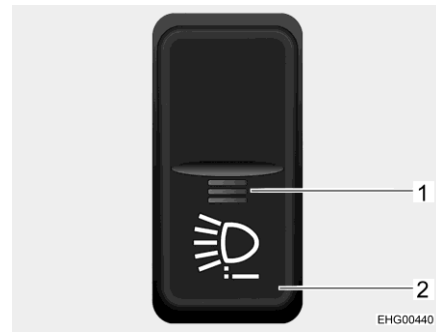

Fig. 15 Interruptor basculante
- Pulsar el interruptor basculante (Fig. 15,2). El indicador de funcionamiento (Fig. 15,1) está encendido de color rojo. En el display de instrumento combinado aparecerá brevemente el mensaje de texto "Alumbrado adicional activo".
Para desactivar la luz larga adicional LED o bien apagar el motor o volver a pulsar el interruptor basculante (Fig. 15,2). Se apagará el indicador de funcionamiento rojo (Fig. 15,1).